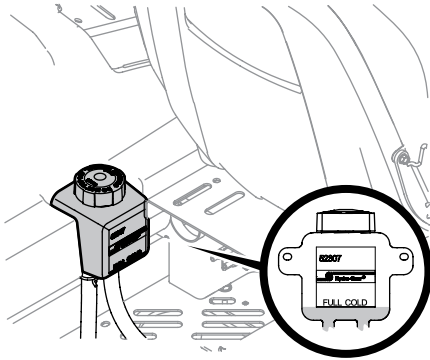

Figura 4-3
1. Gire el asiento del operador hacia adelante y limpie la tapa del depósito y el área que la rodea para evitar que el aceite de transmisión se contamine con residuos. Consulte Figura 4-3.
2. Gire la tapa del depósito en sentido contrario al de las agujas del reloj para retirarla, luego controle el nivel de aceite del depósito. El aceite debe ser visible en la base de la cubeta, pero el nivel del mismo NO debe estar por encima de la línea de "LLENO FRÍO". Consulte Figura 4-3. NO LLENE EL DEPÓSITO.